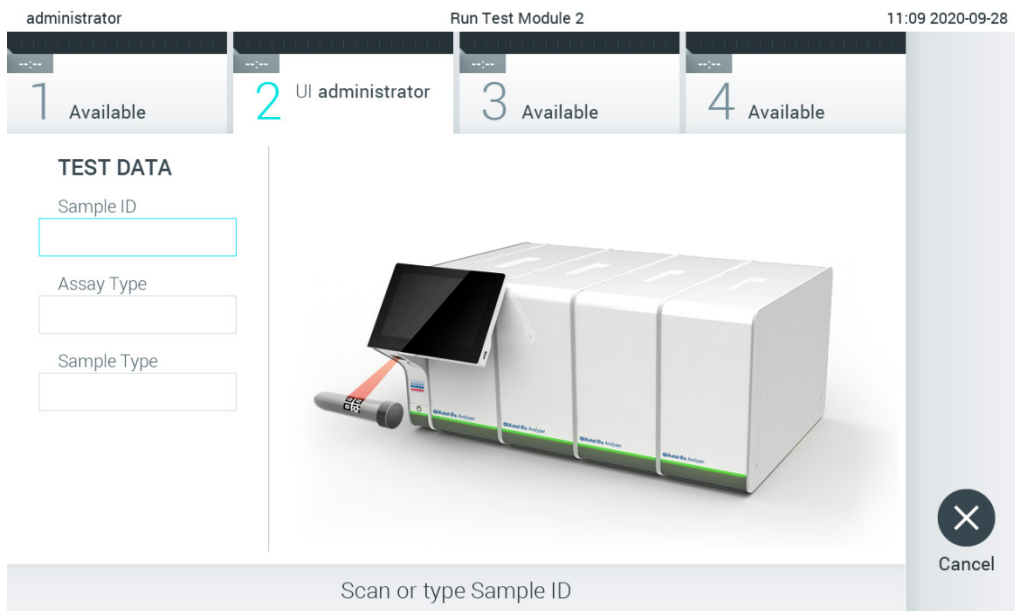

图 75. 扫描样本 ID 条形码。
2. 出现提示后，请使用运行模块中集成的条形码阅读器扫描样本 ID 条形码（图 75）。